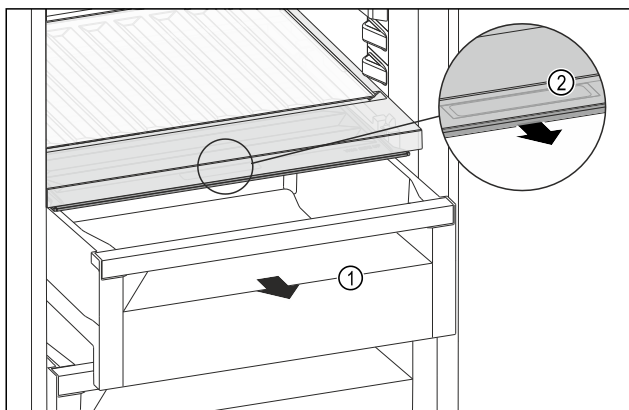

Fig. 97
- Wyciągnąć szufladę Fig. 97 (1).
- Chwycić uchwyt wpuszczany Fig. 97 (2) na pokrywie komory i pociągnąć pokrywę jednocześnie do przodu.